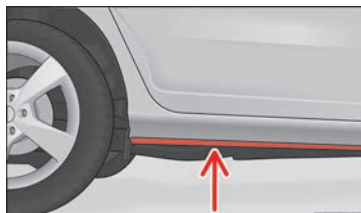

Fig. 180 Passar a vau.
- Determine a profundidade da água antes de entrar. A água pode alcançar, no máximo, a longarina inferior do veículo » **Fig. 180;**